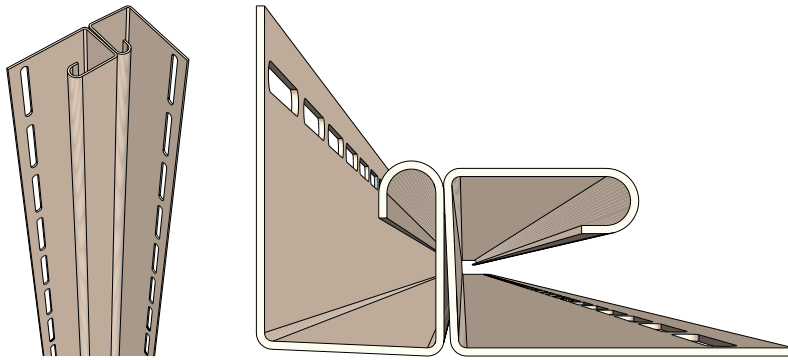

Рисунок 38
13.1 Для обрамления внутреннего угла нужно использовать два J-профиля универсальных 7/8 (рис. 38). Смонтируете внутренний угол, состоящий из двух J-профилей 7/8, вывесив его в верхней части, согласно пункту б.7, с соблюдением общих правил монтажа. Монтаж аналогичен наружному углу (пункт 11).